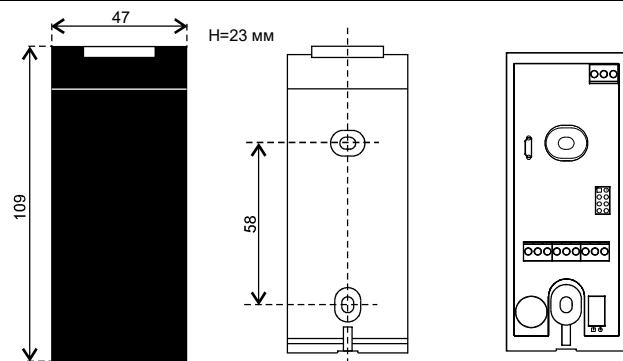

Рис.7 Габариты и монтажные отверстия.
- разметьте* и просверлите отверстия для крепления под размер отверстий считывателя (рис.7);